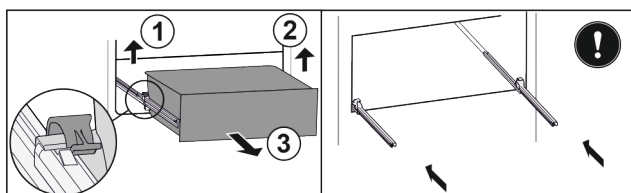

Fig. 18*
- ▶ Приподнимите левый зажим и одновременно вытяните выдвижной ящик вперед (см. Fig. 18 (1)).*
- ▶ Приподнимите правый зажим и одновременно вытяните выдвижной ящик вперед (см. Fig. 18 (2)).*
- ▶ Извлеките выдвижной ящик движением вперед (см. Fig. 18 (3)).*